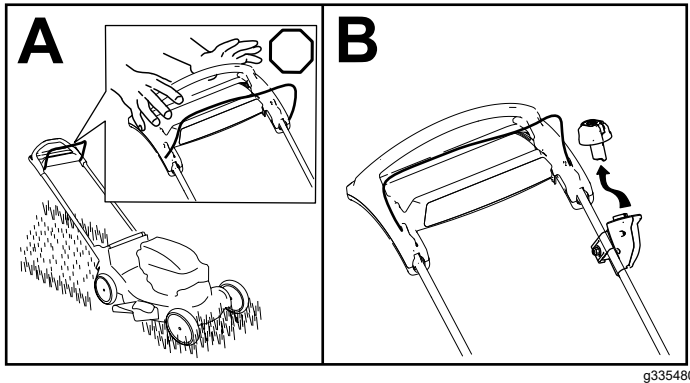

Bild 15
1. Lassen Sie den Schaltbügel los (A in Bild 15).
2. Entfernen Sie den Elektrostarttaster aus dem Elektrostartschalter (B in Bild 15).